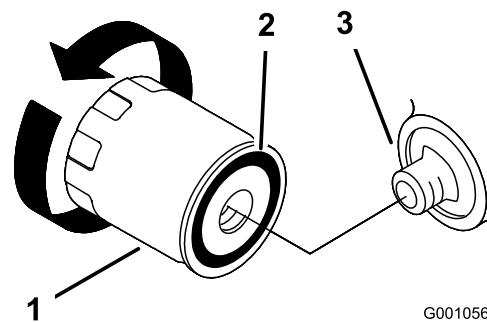

Рисунок 23
3. Нанесите тонкий слой свежего масла на резиновую прокладку нового фильтра (Рисунок 23).
4. Установите сменный масляный фильтр на переходник фильтра, поверните масляный фильтр по часовой стрелке так, чтобы резиновая прокладка вошла в контакт с переходником фильтра, после этого затяните фильтр, повернув его еще на 2/3 – 1 оборот (Рисунок 23).
2. Снимите старый фильтр и протрите поверхность прокладки переходника фильтра (Рисунок 23).